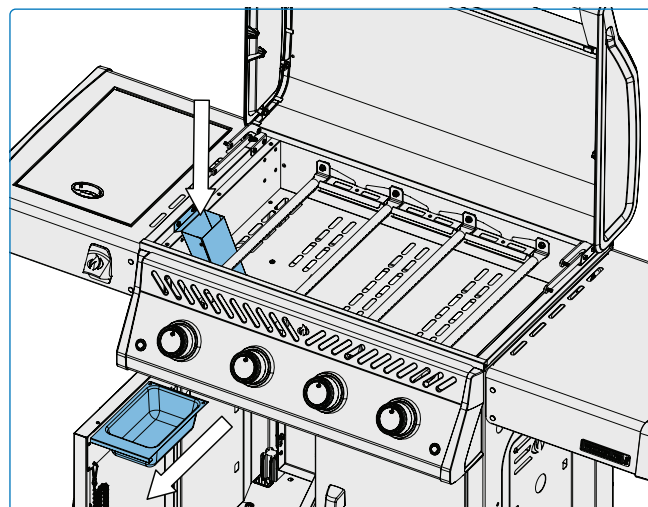

Рис. 11
1. После полного остывания гридля аккуратно выньте из него резервуар для сбора жира, не наклоняя его. (Рис. 11)